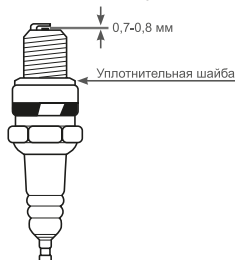

Рис. 17 Обслуживание свечи зажигания
4. Измерьте зазор между электродами свечи зажигания специальным щупом. Зазор должен быть 0,7-0,8 мм (Рис. 17). При увеличении или уменьшении требуемого зазора, рекомендуется заменить свечу, так как регулировка зазора может привести к изменению качества искробразования.